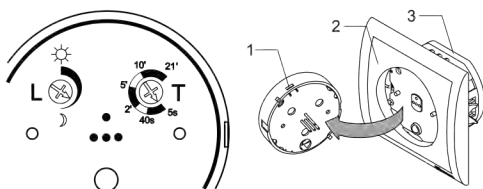

Рис. 2.
- На протяжении первых 5 секунд происходит замер яркости наружного освещения по отношению к уровню регулирующего винта L (рис. 2.), с обратной стороны управляющего модуля.
Режим AUTO (автоматический) — это основной режим работы устройства. Данный режим идентифицируется постоянным свечением светодиода. В данном режиме после обнаружения движения в зоне работы датчика включится осветительная лампа, подключенная к датчику на время, установленное винтом T (рис. 2.) с обратной стороны управляемого модуля в пределах 5 сек. – 21 мин. Это время отсчитывается с момента прекращения движения. Каждое обнаружение движения при включенном ранее освещении начинает отсчет установленного времени сначала.
- Снять управляющий модуль (1) (рис. 2.) и установить винт L в среднее положение.
- Установить управляющий модуль (1) в корпус датчика (после чего сработает переход к режиму TEST) и подождать 5 секунд до включения лампы освещения.